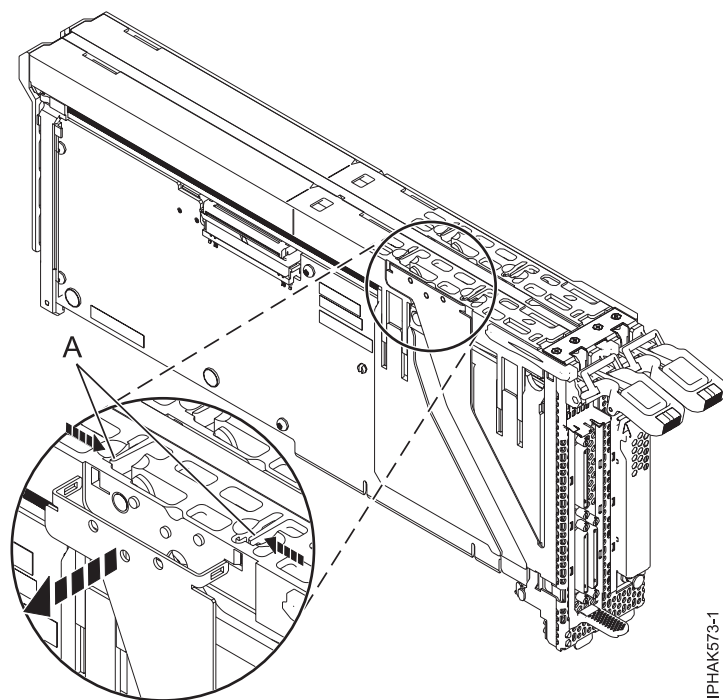

Figura 69. Desenganxar la placa frontal
6. Desenganxeu els braços exteriors del conjunt de la placa frontal; per fer-ho, allibereu les pestanyes de bloqueig de plàstic (A). Consulteu Figura 69.